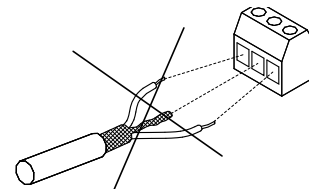

Fig. 39 Ne pas tordre les extrémités du blindage
- Éviter d'aboutir le blindage avec des extrémités tordues. Voir fig. 39. Utiliser plutôt des serre-câbles ou des entrées de câble CEM vissées.